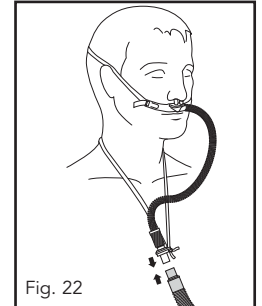

Fig. 22
15. Sollte das Nasal Interface noch nicht an den Beatmungsschlauch angeschlossen sein, dann schließen Sie sie jetzt an (Abb. 22).